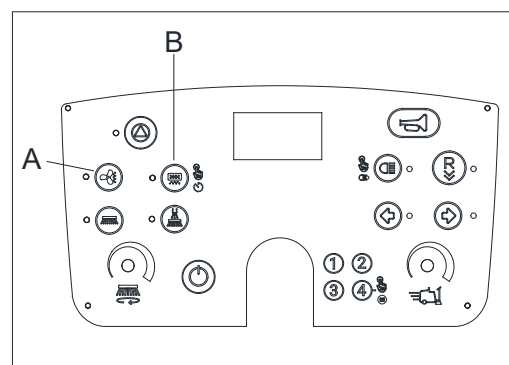

Figura 10
Cuando se opera en superficies mojadas, presione el botón del ventilador de polvo (A, figura 10) para desactivar el sistema de aspiración y evitar daños en el filtro de polvo.
5. Para que la máquina funcione correctamente, el filtro debe mantenerse lo más limpio posible. Presione el botón del sacudidor del filtro (B, figura 10) para activar la función de sacudida del polvo. Durante este proceso, el motor de aspiración se apaga automáticamente. Después de sacudir el polvo, el sistema de aspiración reanuda automáticamente el funcionamiento y seguirá con la limpieza. Durante el funcionamiento, presione el botón del sacudidor del filtro (B, figura 10) durante 2 segundos para iniciar el modo "Agitación automática del polvo del filtro", que repite el proceso de sacudida automática del polvo cada 10 minutos en promedio (el intervalo de repetición se puede modificar en los ajustes en función del nivel de polvo en el área de limpieza).